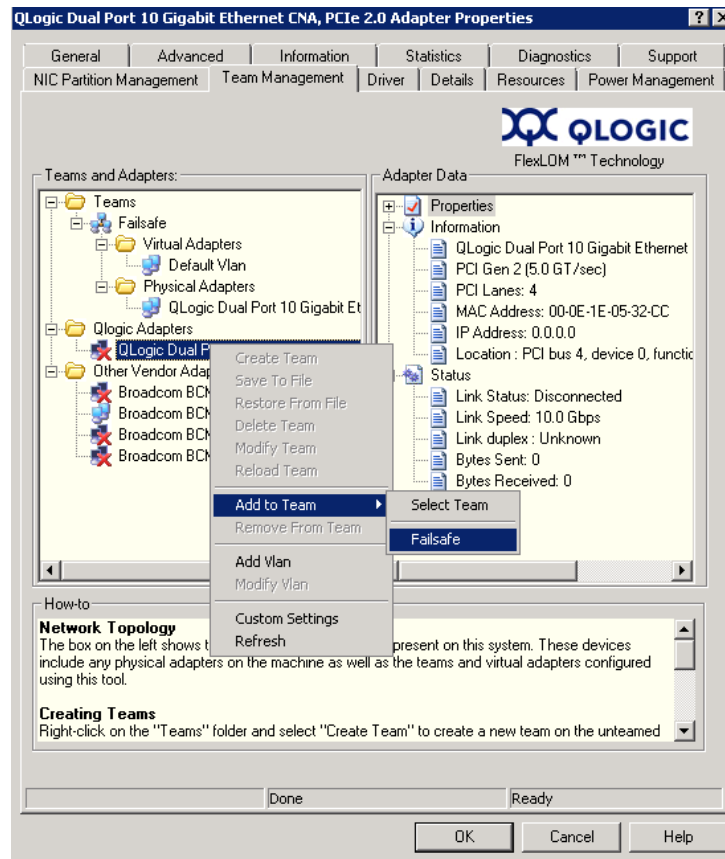

Abbildung 3-9. Hinzufügen eines Teams
2. Zeigen Sie im Kontextmenü auf **Add to Team** (Zum Team hinzufügen), und klicken Sie dann auf das Team, zu dem Sie den Adapter hinzufügen möchten (siehe Abbildung 3-9).